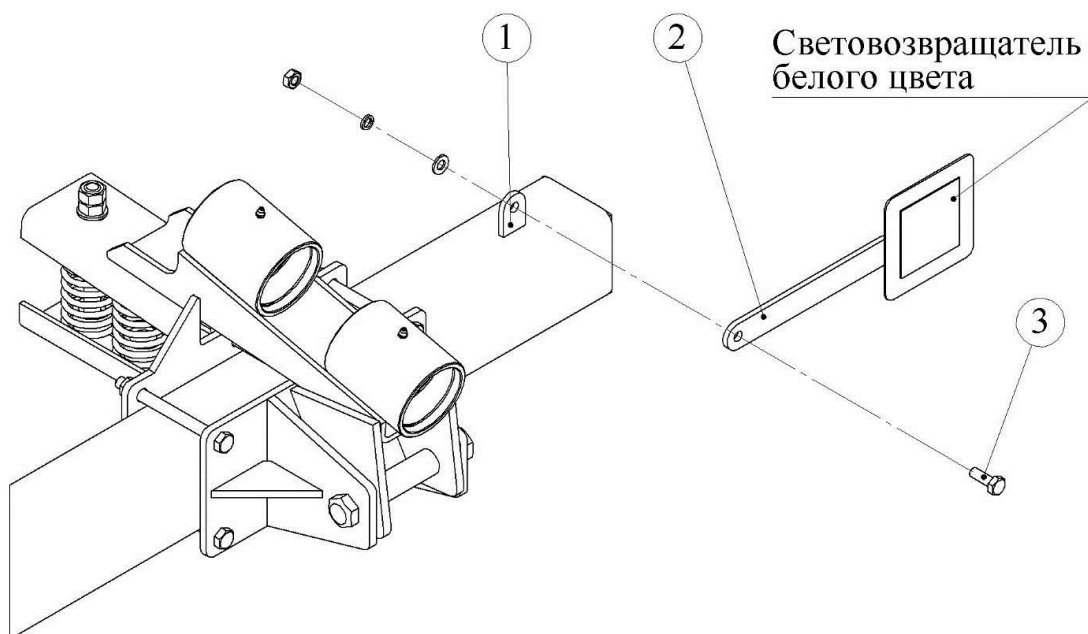

Рис. 4.7.3. Установка катафотов
4.7.3. На приваренные проушины на основной балке (1) установите катафоты (2) с помощью болтов (3) M10x30 и гаек M12, подложив шайбу плоскую и шайбу пружинную (рис.4.7.3).